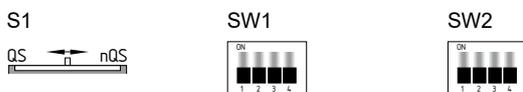

Fig. 4
Ajuste do tempo (ver Fig. 4 e 5)
- Os interruptores DIP encontram-se embaixo do painel frontal do módulo de relé de segurança (ver fig. 4 e 5).
Ajuste do interruptor (ver Fig. 4)